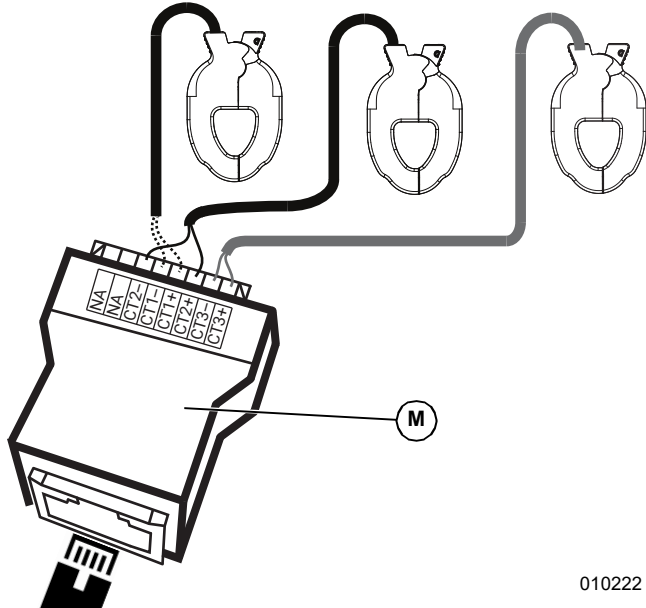

Figura 5-8. Adaptador de desconexión RJ-45
1. Consulte la **Figura 5-8**. Conecte los conductores de CT a los terminales a presión del adaptador de desconexión RJ-45 (M) de acuerdo con la etiqueta del adaptador de desconexión.